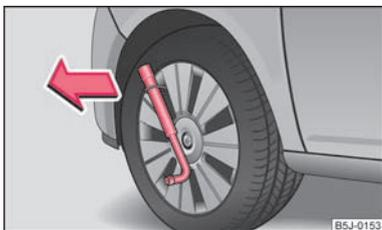

Abb. 135 Radvollblende ausbauen
- Schieben Sie den Radschlüssel durch den Bügel, stützen Sie den Radschlüssel an dem Reifen ab und ziehen Sie die Blende ab ⇒ Abb. 135.